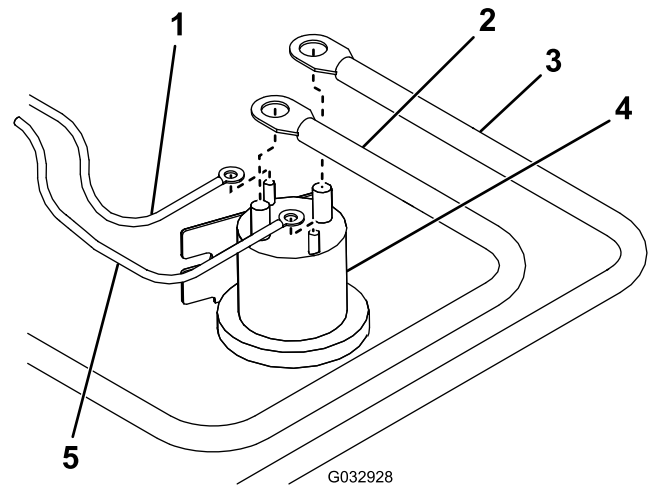

Bild 2
- Schließen Sie das weiß/schwarze Kabel vom Kabelbaum an den kleinen Pol an der Pumpenstromspule an (Bild 2).
- Schließen Sie das braune Kabel vom Kabelbaum an den anderen kleinen Pol an der Pumpenstromspule an (Bild 2).
- Schließen Sie das rote Strom- bzw. Erdungskabel am großen Pol an der Pumpenstromspule an (Bild 2).
- Schließen Sie das Batteriekabel am anderen großen Pol an der Pumpenstromspule an (Bild 2).